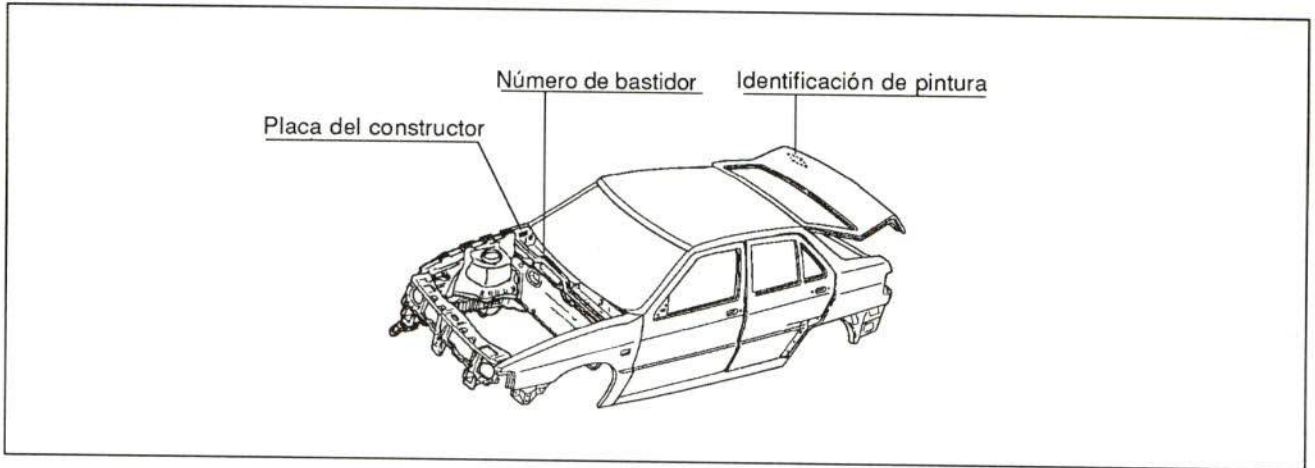

FIGURA 2.- Situación de las placas de identificación
Las placas de identificación están situadas en el hueco motor y portón trasero (figura 2), donde se recogen datos de interés para el perito tasador y el reparador.
• La placa del constructor se encuentra situada en el lado derecho del hueco de entrada de aire al habitáculo, en el vano motor (figura 2).